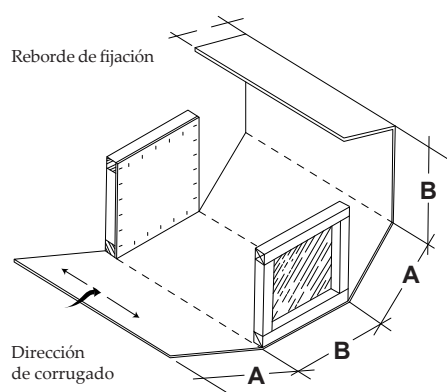

Figura 2
5. A fin de determinar el ancho del cartón de triple lámina necesario para el contenedor, sume el grosor de los dos paneles de los extremos, incluyendo los marcos de cedro, al ancho interno deseado. Así obtendrá el ancho externo (C).
6. Con el propósito de establecer la longitud del cartón de triple lámina necesaria para cubrir todo el contenedor (Figura 2), realice el siguiente cálculo:
Importante: Antes de cortar el cartón, asegúrese de que el corrugado se encuentre perpendicular al ancho del contenedor (Figura 2). Esta orientación permite que el material se doble correctamente para formar las esquinas.